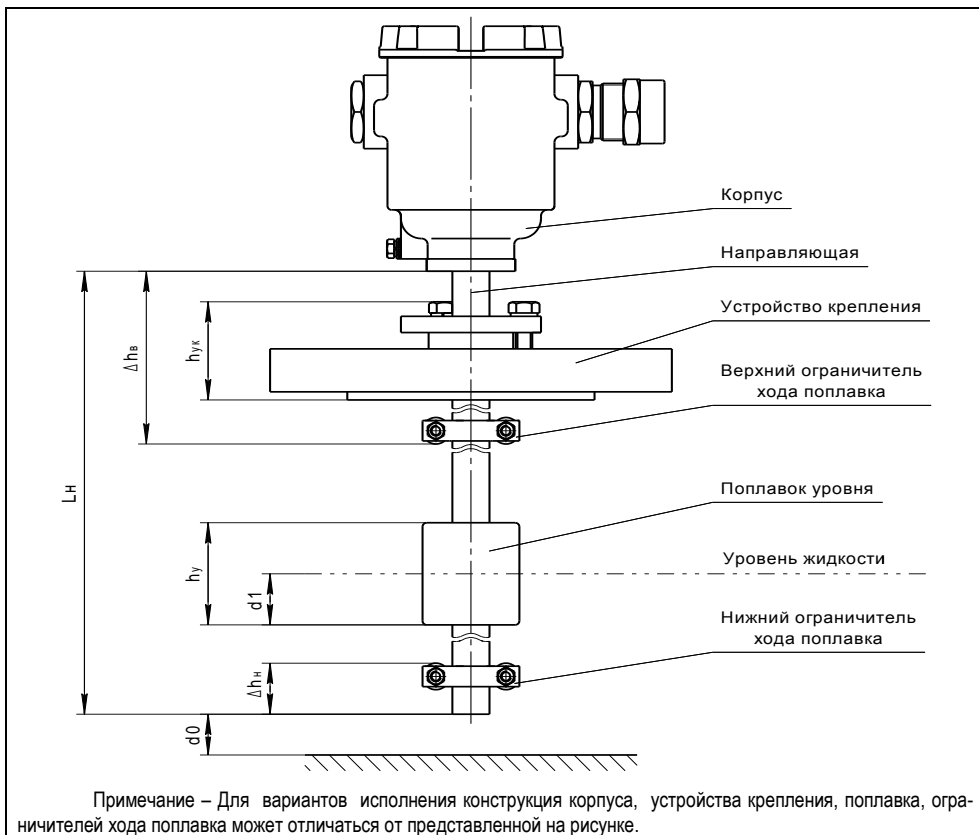

Рисунок 1
1.2.3 Нижний предел измерений уровня H_n (см. рисунок 1) определяется по формуле, мм:
Величина верхней неизмеряемой зоны Δh_b определяет положение верхнего ограничителя хода поплавка (см. рисунок 1). При выпуске из производства по умолчанию она устанавливается равной минимально возможному значению $\Delta h_{b\min}$:
1.4.1 Преобразователь (см. рисунок 1) состоит из корпуса, соединённого с направляющей, на которой устанавливаются: устройство крепления, поплавков уровня и ограничители хода поплавка.